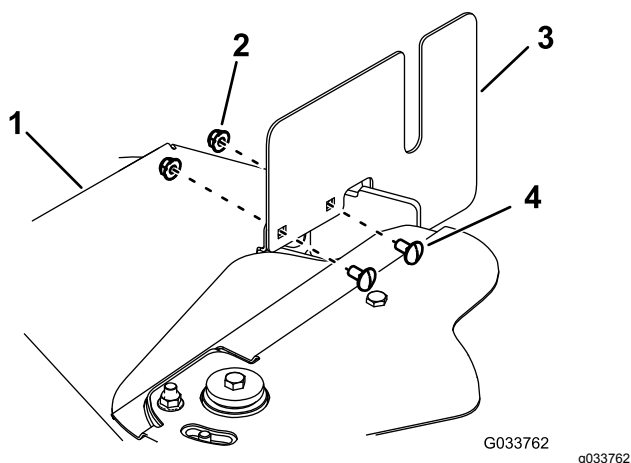

Figura 69
5. Togliete i 4 bulloni a testa tonda e i 4 dadi che fissano le 2 coperture laterali ai copricinghia (Figura 69).
12. Montate le 2 coperture laterali sui copricinghia usando i 4 bulloni a testa tonda e i 4 dadi (Figura 69).